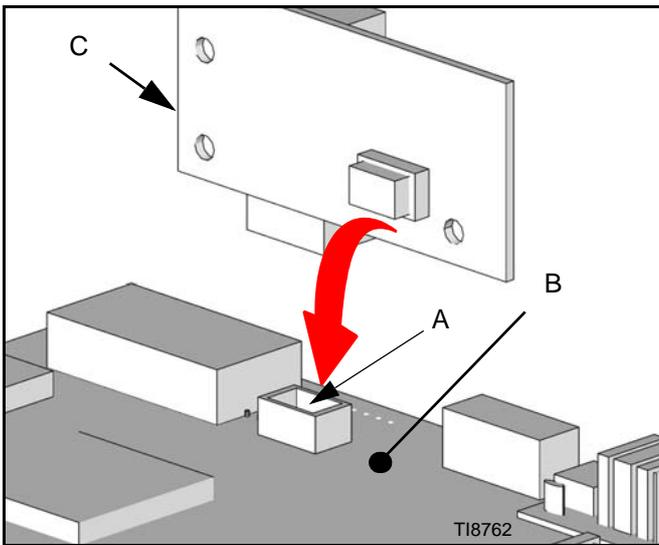

FIG. 41
4. Collocare il connettore ad espansione a 10 perni J9 (A) sulla parte destra inferiore del Gruppo Schermo EasyKey 249480 (B). Vedere FIG. 41.